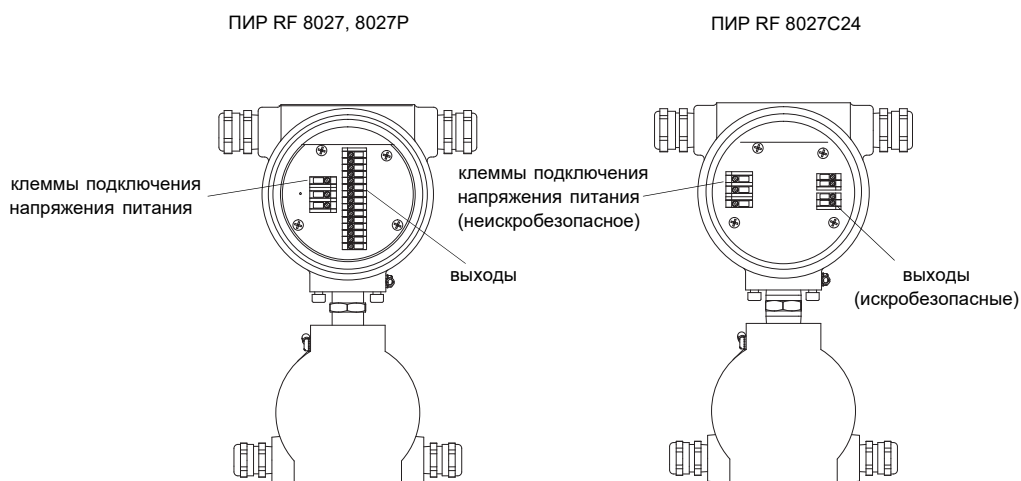

Рис. 6.8: Клеммы для подключения напряжения питания и выходов
- Подключите жилы к клеммам преобразователя в соответствии с напряжением, указанным на информационной табличке под клеммной колодкой KL1 (смотри Рис. 6.8 и Таб. 6.4).
- Подключите жилы выходного кабеля к клеммам преобразователя (смотри Рис. 6.8 и Таб. 6.5).